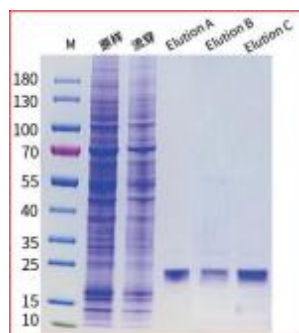

图 3. Magneti-Q HA 标签蛋白纯化试剂盒纯化胞内蛋白的 SDS-PAGE 电泳图
- 5) 对洗脱产物进行 SDS-PAGE 电泳, 结果请见图 3。